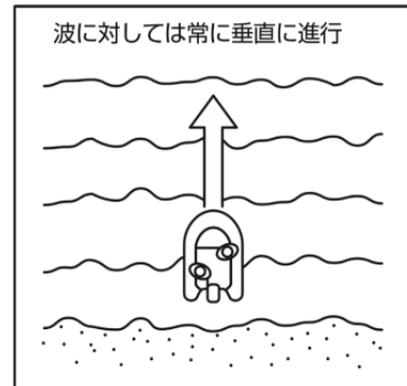

図4-2 （提供 一般財団法人日本ライフセービング協会）
- ・ 波に対して垂直に進行する。ただし、小さな波の連続では波に対して30度程度の角度で走行した方が船体の動揺を小さくできることもある。（図4-2）